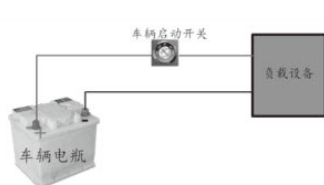

图 2-19 启动开关原理示意图
3、车辆的启动开关一般为正极点火启动，正极点火启动开关：点火开关连接在汽车电瓶正极上，闭合后，提供给负载设备高电平信号（如图 2-19 所示）